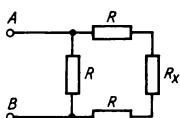

Bild 65
- Bemessen Sie den Widerstand R_x in der Schaltung nach Bild 65 so, daß der Ersatzwiderstand 9Ω beträgt. Die drei gleichen Widerstände betragen jeweils 10Ω .